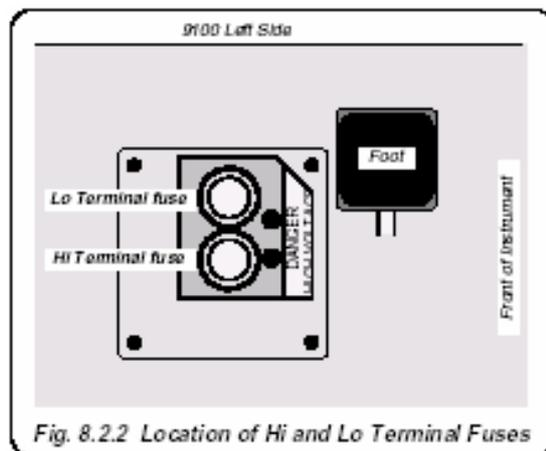

Рис. 8.2.2. Расположение предохранителей клемм Hi и Lo.
b. Найдите в углублении две крышечки предохранителей (Рис. 8.2.2) :